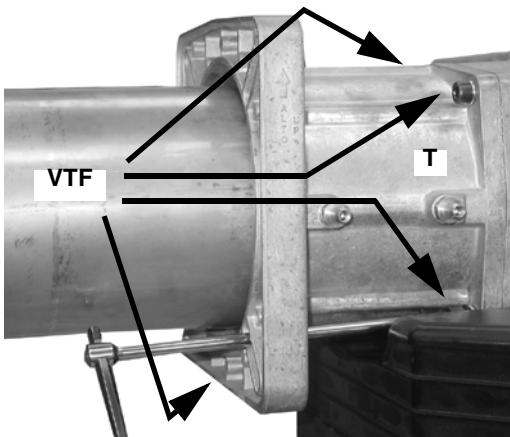

Fig. 7
- 3 Bauen Sie das angeflanschte T-Stück durch Lösen der 4 Inbusschrauben VTF (Fig. 7).